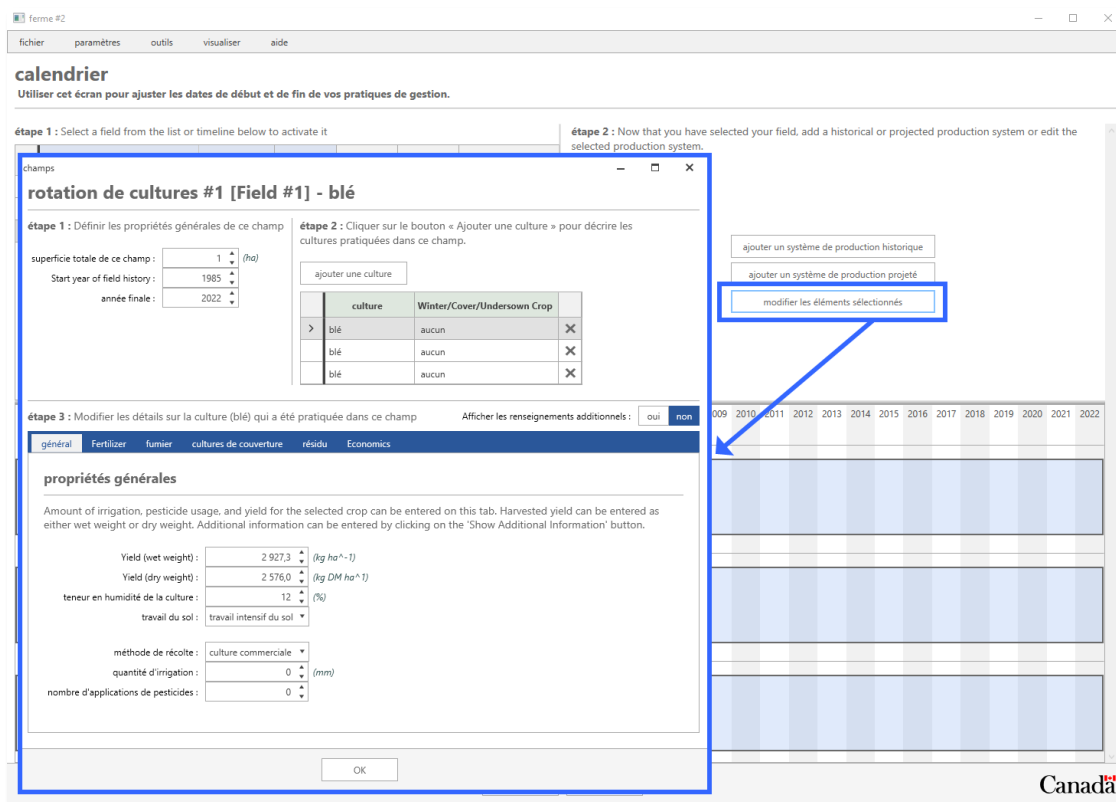

Figure 12 : Modification des cultures au cours d'une période historique de rotation
4. Cliquez ensuite sur le bouton « **Modifier les éléments sélectionnés** ». Un nouvel écran s'affichera (Figure 12) qui nous permettra d'ajuster les cultures et la gestion pendant cette période.